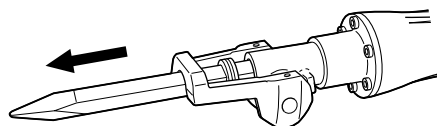

Fig. 4
- (3) Fixer l'accessoire en place en amenant la retenue sur la position de serrage. Pour s'assurer que l'accessoire est monté correctement, tirer dessus. (Fig. 4)